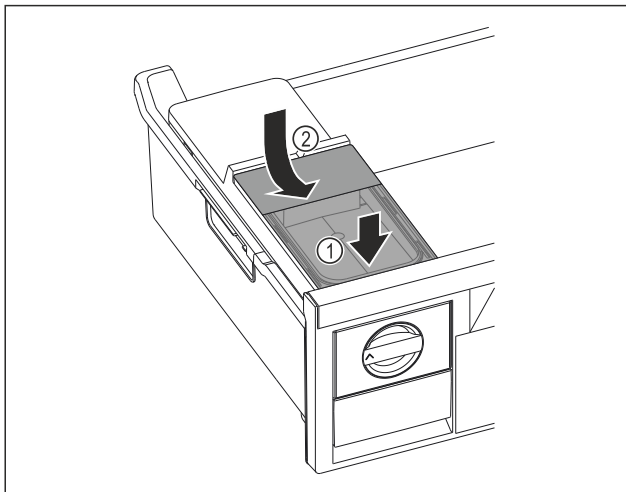

Fig. 101
- ▶ Wassertank vorne ansetzen. Fig. 101 (1)
- ▶ Wassertank hinten absenken. Fig. 101 (2)